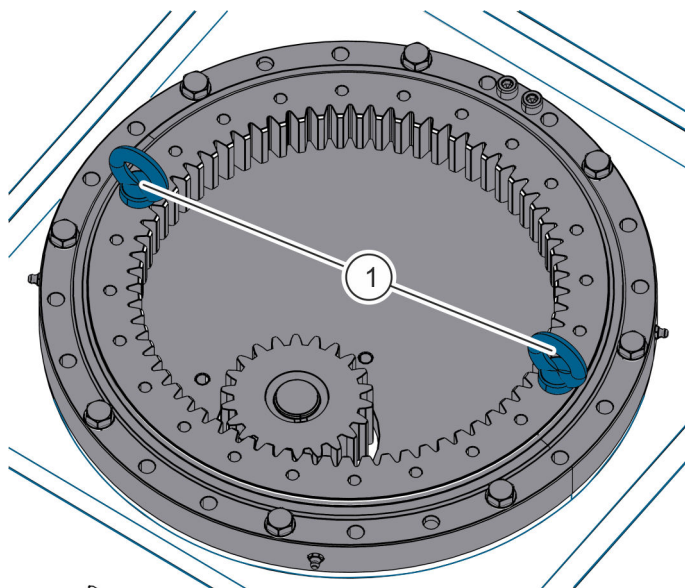

Abb. 11: Montageösen
3. ➔ Schwenkarmbasis an den Montageösen (Abb. 11/1) zur Montageposition heben.